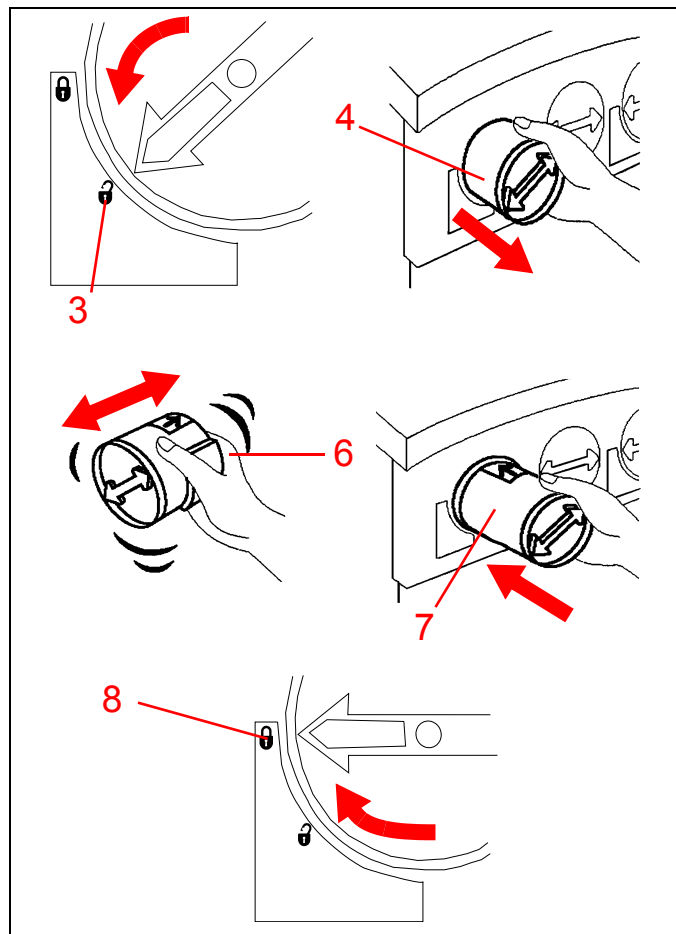

Figura 22
1. Vedere la figura 22. Aprire lo sportello anteriore della stampante DocuColor 12 (Vedere la <\$ paratum).